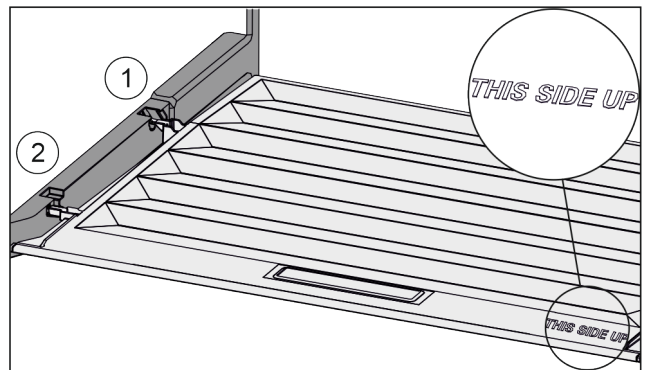

Fig. 36
- ▶ Prečke poklopca uvedite preko otvora stražnjeg držača Fig. 36 (1) i uglavite ih u držač Fig. 36 (2).